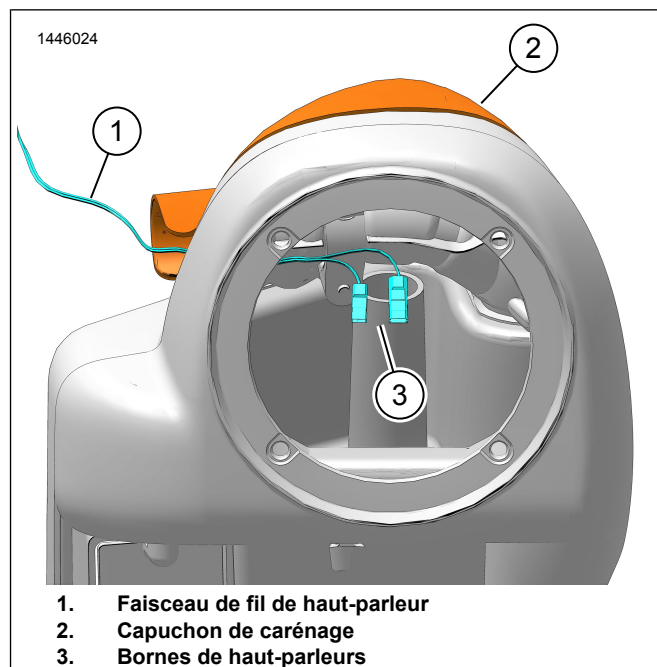

Figure 12. Acheminement du faisceau électrique
2. Voir la Figure 12. Acheminer les terminaux du haut-parleur (3) à travers l'œillet dans le carénage inférieur.